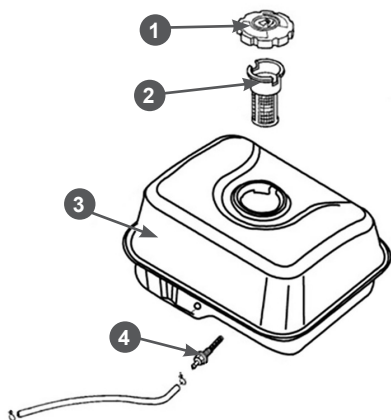

Рис. 29 Топливный бак и топливные фильтры
В топливном баке установлены два сетчатых топливных фильтра. Один фильтр устанавливается в заливной горловине топливного бака. Второй фильтр конструктивно объединен со штуцером топливного бака и установлен внутри бака (Рис. 29).
полностью выработать топливо. Одновременно с очисткой топливного бака необходимо проверять и очищать фильтр 4, установленный внутри бака (Рис. 29). Поврежденный или сильно загрязненный фильтр необходимо заменить.
3. Выкрутите из топливного бака выходной штуцер 4 и произведите его очистку (Рис. 29). Внимательно осмотрите сетчатый фильтр. При обнаружении механических повреждений замените штуцер топливного бака.